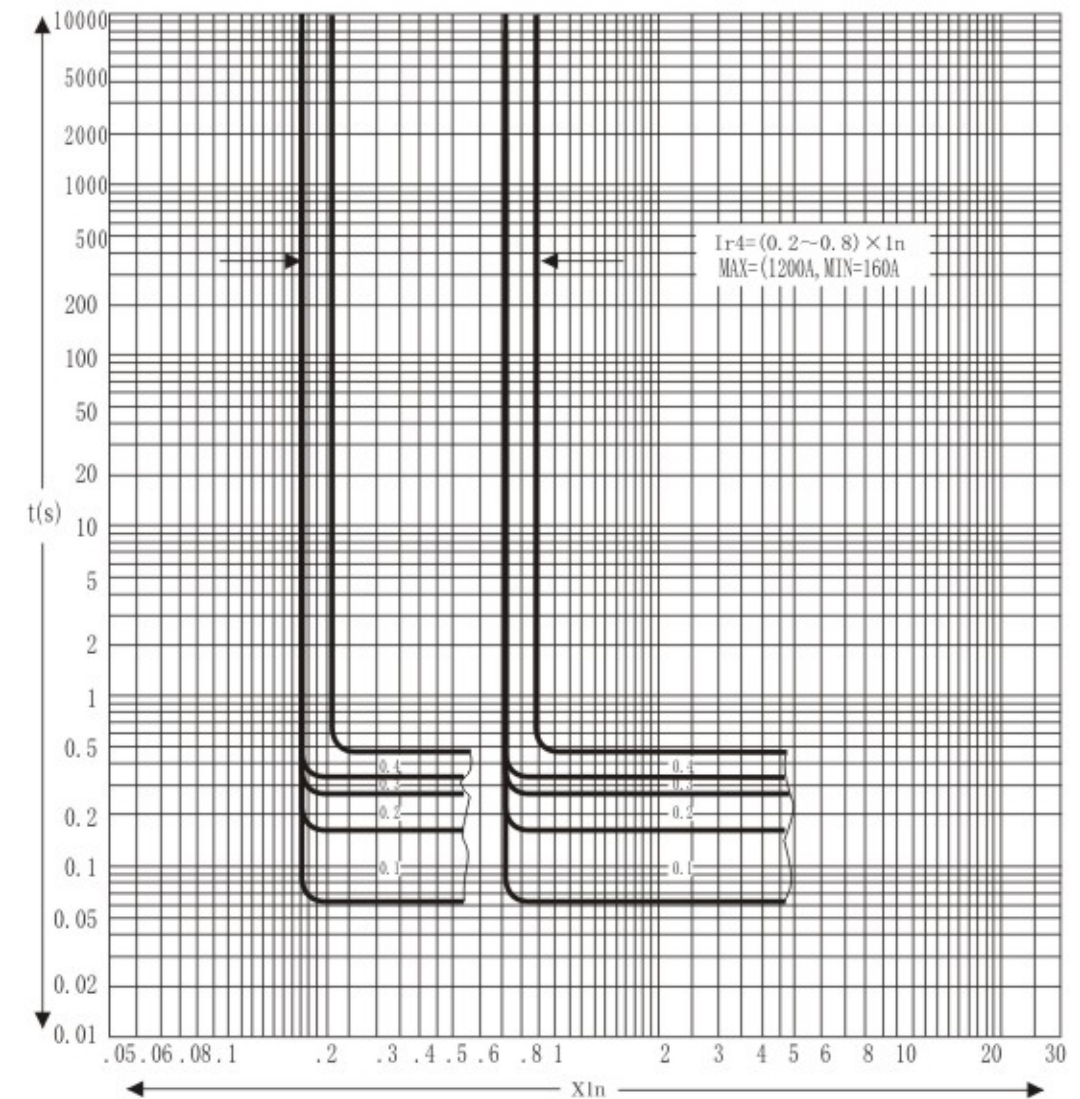

图3 接地故障保护特性
5.2.4 控制器的接地故障保护特性为定时限, 其保护特性 (见图3)